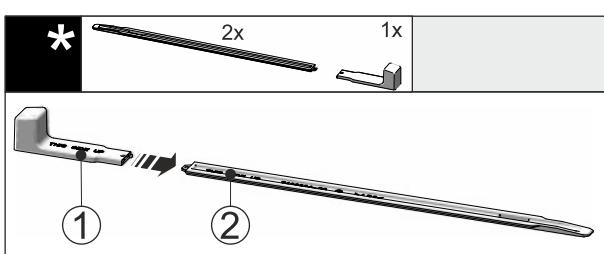

Fig. 46
- Τοποθετήστε τη λαβή τοποθέτησης Fig. 46 (1) στη ράγα ευθυγράμμισης Fig. 46 (2).